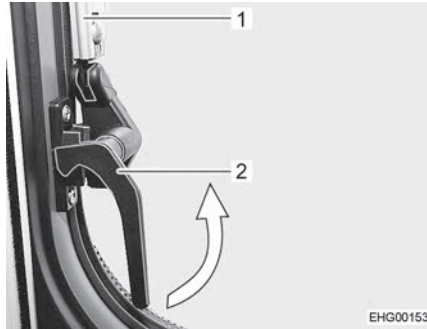

Bild 29 Låsarm, i sidan (i läget "stängd")
- Sväng låsarmarna i sidorna (Bild 29,2) ett kvarts varv mot fönstrets mitt.
- Öppna det överkantshängda fönstret till önskat läge. Automatik-spärren (Bild 29,1) hakar fast automatiskt.